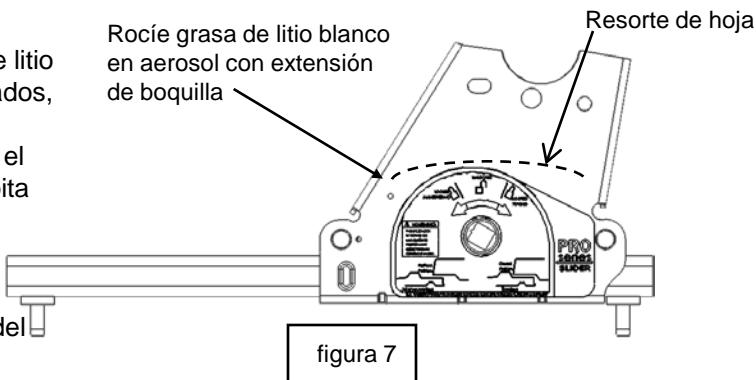

figura 7
2. Antes de instalar el Pro Slider, el resorte de hoja debe engrasarse como se muestra usando grasa de litio o el equivalente (ver figura 7). Para mejores resultados, use una grasa de litio blanco en aerosol con una extensión de boquilla en el rociador. ¡Verifique que el lado inferior completo del resorte esté cubierto! Repita esta aplicación mensualmente durante el uso.